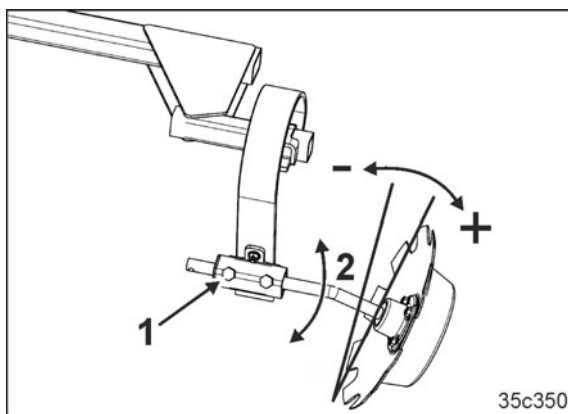

Bild 205
5. Lossa skruvarna (Bild 205/1)
6. Ställ in spårmarkörens arbetsintensitet genom att vrida på (Bild 205/2) spårmarkeringstallriken, så att den vid lätt jord står parallellt med färdriktningen och vid tung jord ställer sig mer på tvären.
7. Dra åt skruvarna (Bild 205/1) ordentligt igen